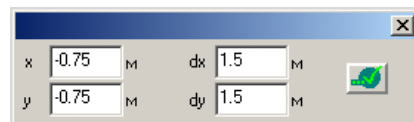

Рис.13.6.2 Окно диалога для указания координат точки и приращения.
- В открывшемся окне диалога (рис.13.6.2) задайте следующие параметры: